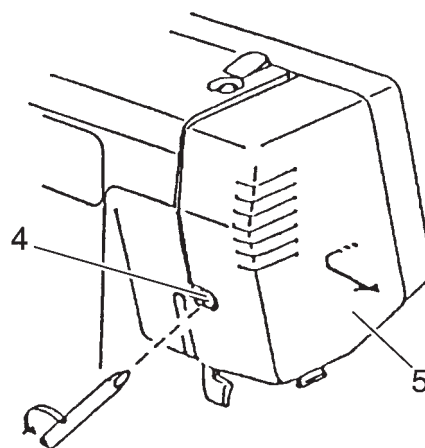

Рис. 3
- Выверните крепежный винт 4 (рис.3).